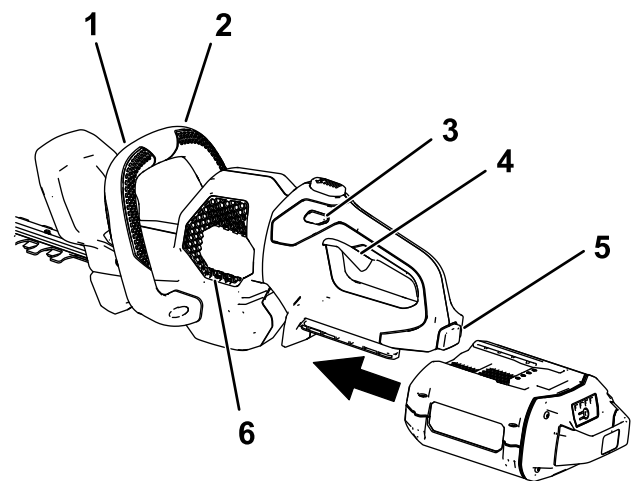

Figure 7
3. Alignez le creux de la batterie sur la languette dans le corps de la poignée, saisissez la poignée et poussez la batterie dans la poignée jusqu'à ce que le verrou s'enclenche en position (Figure 7).
- Placez une main sur la poignée d'actionnement. Placez l'autre main sur la poignée auxiliaire (Figure 7).
- Appuyez sur le commutateur de verrouillage puis serrez la poignée d'actionnement tout en actionnant le commutateur de poignée auxiliaire pour mettre le taille-haie en marche (Figure 7).
Le taille-haie reste en marche tant que vous appuyez sur le commutateur de poignée auxiliaire et la gâchette. Vous pouvez relâcher le commutateur de verrouillage une fois que le taille-haie est en marche (Figure 7).
Pour arrêter le taille-haie, relâchez la gâchette, le commutateur de la poignée auxiliaire ou les deux (Figure 7). Patientez au moins 5 secondes jusqu'à l'arrêt complet de la lame.